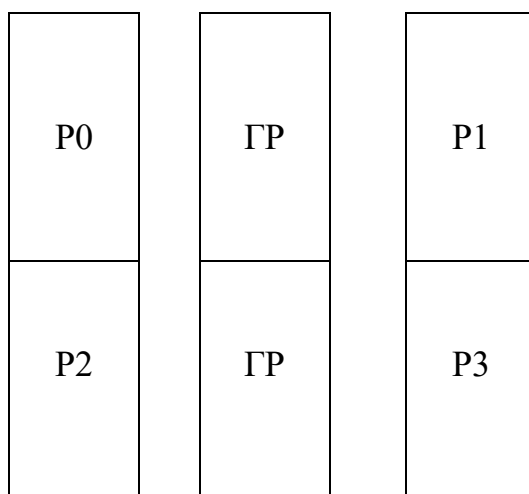

Рис. 2. Варианты расположения боксов в шкафу
Монтаж кабелей в шкафу ШР следует выполнять в соответствии с нумерацией боксов, указанной на рис. 2 (Гр - магистральный бокс, Р –распределительный). На рис. 2 изображен вариант с центральным расположением магистральных боксов.
5.1.3. Подготовленный к монтажу конец кабеля примерить по стержням для установки плинтов и отметить на оболочке кабеля место начала разделки, которое находится в шкафу на уровне восьмого плинта устанавливаемого бокса. Длина кабеля должна превышать верхний плинт подключаемого стопарного бокса на 200-250 мм. Формируемые из плинтвов стопарные боксы для подключения магистральных и распределительных кабелей рекомендуется размещать в местах, указанных на рис. 2.